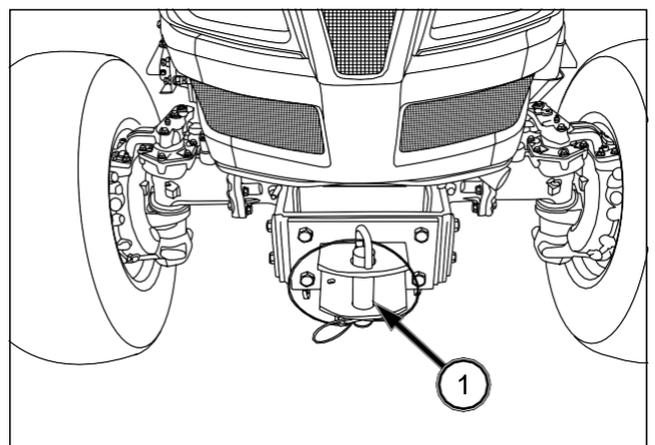

FIG. 150
FIG. 150: Fije el gancho de remolque delantero (1). La distancia entre el vehículo de remolque y el tractor debe ser inferior a 5 m. Sitúe la palanca de velocidad en posición Neutra. Accione el freno de estacionamiento.